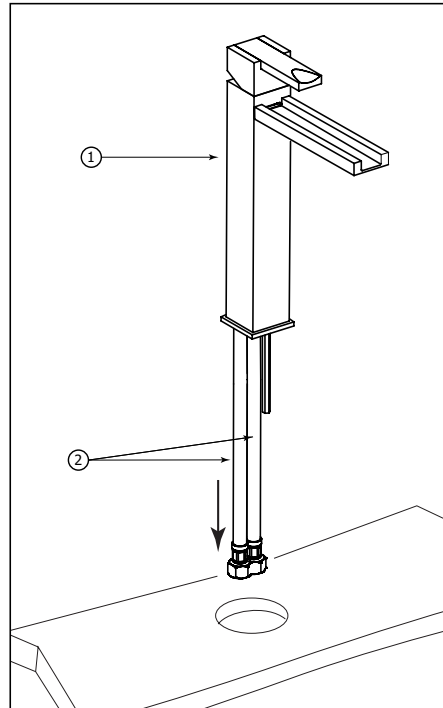

Fig.2
Insert the flexible hoses (2) with faucet body (1) into the hole (Ø 1-3/8") of the sink or countertop as shown (Fig.2).
Insérer les tuyaux flexibles (2) avec le corps du robinet (1) dans le trou (Ø 1-3/8") du lavabo ou du comptoir tel qu'illustré (Fig.2).